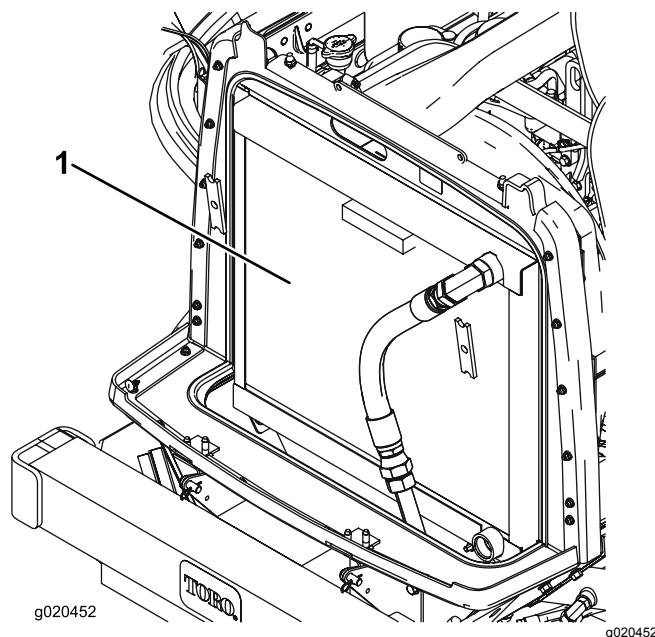

Рисунок 93
3. Тщательно очистите сжатым воздухом область с обеих сторон радиатора и маслоохладителя (Рисунок 93).